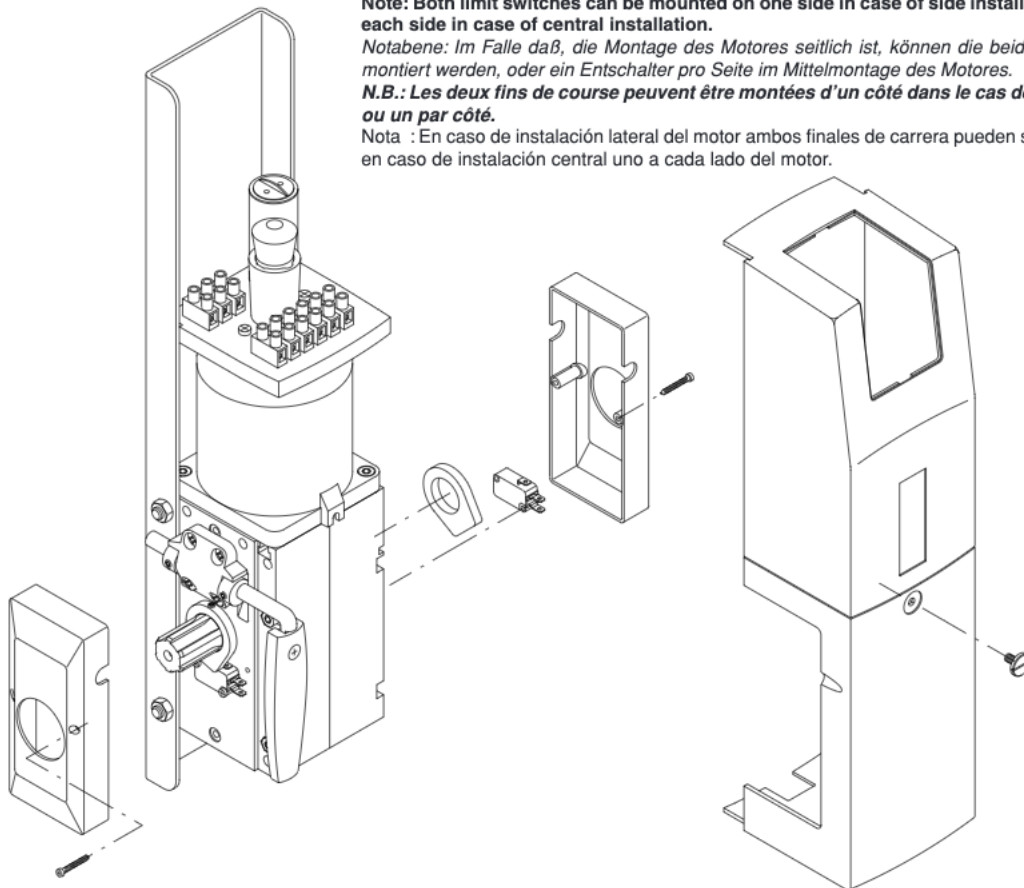

Fig.11
7.1 Déblocage interne de la manivelle (fig. 11)
7.1 Desbloqueo interno de manilla (fig. 11).